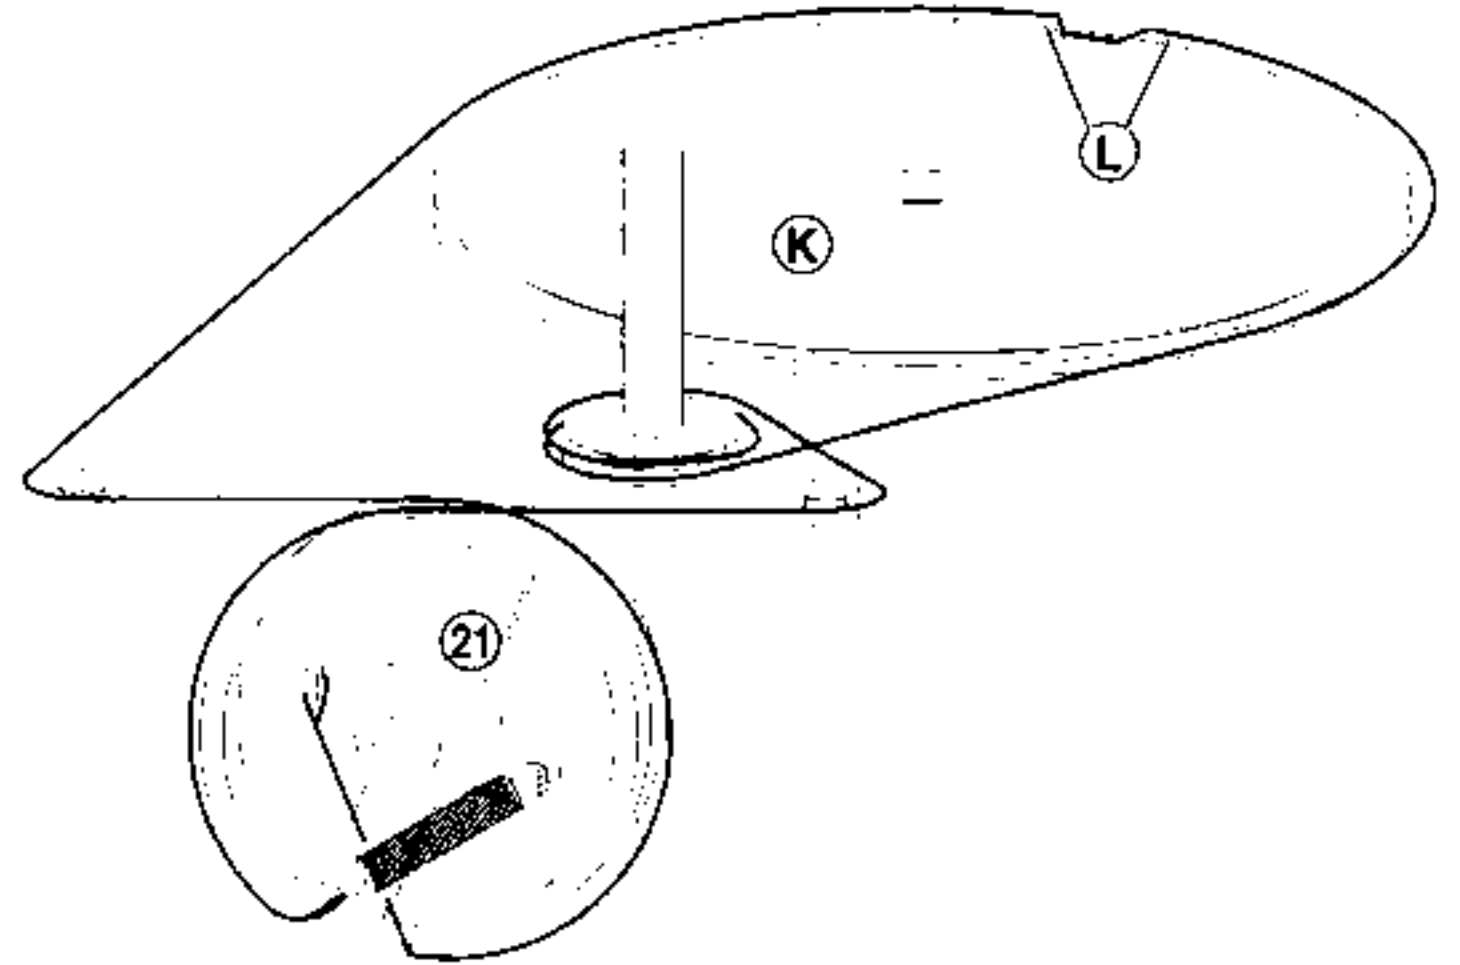

Fig.9
- Seilzug nach Fig.9 montieren.
- Mit dem Zeigerrad (21) (Fig.9) auf 98,00MHz abstimmen und Zeigerrad fixieren.
- Das Schwungrad (K) so ausrichten, daß der Zeiger senkrecht steht.
- Zeigerseil mit Heißkleber am Schwungrad fixieren (Klebestellen L) (Fig.9).
- Assemble the dial cord as shown in Fig.9.
- Tune to 98.00MHz with the pointer wheel (21) (Fig.9) and then fix it.
- Adjust the cord pulley (K) so that the pointer is vertical.
- Fix the pointer cord at the cord pulley (fixing points L) (Fig.9).